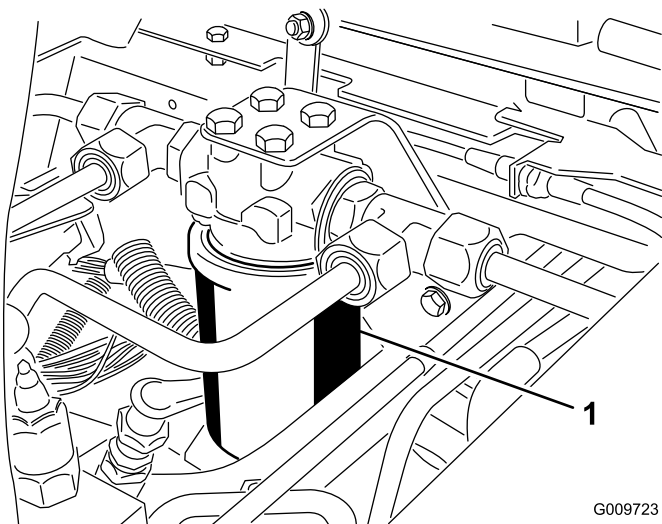
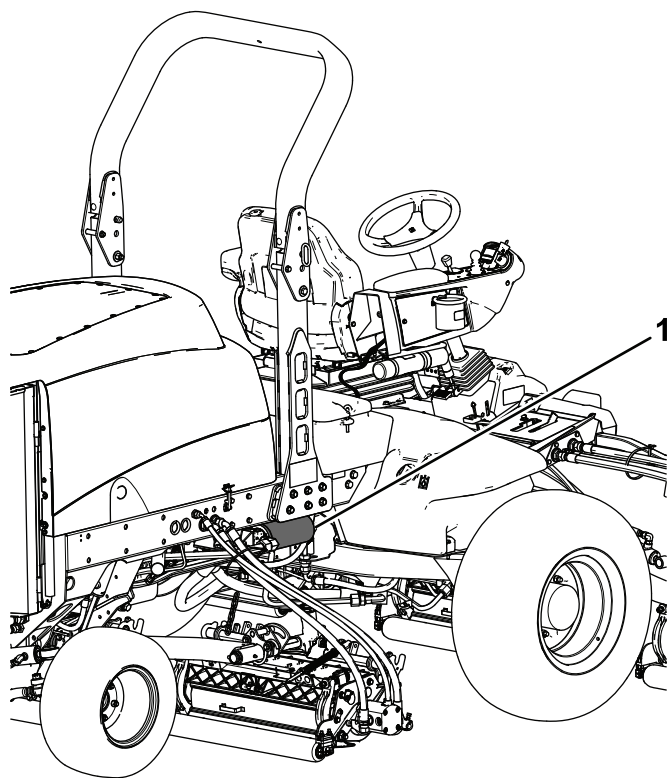

Figura 81
Figura 82
3. Collocate una bacinella di spurgo sotto il filtro (Figura 81 e Figura 82).